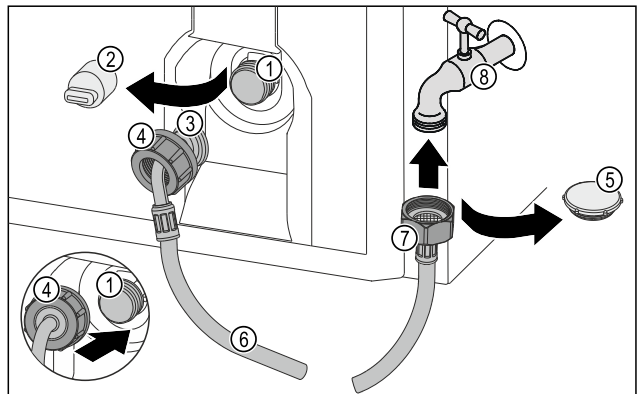

Fig. 32
- ▶ Verschlusskappe Fig. 32 (5) entfernen.
- ▶ Gerades Schlauchende Fig. 32 (7) am Wasserhahn Fig. 32 (8) ansetzen.
- ▶ Mutter am geraden Schlauchende Fig. 32 (7) im Uhrzeigersinn festziehen.